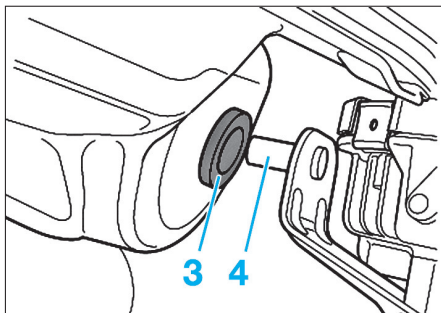

FIG. 77
- Veiller à engager correctement le mécanisme d'essuie-vitre (4) dans le tablier (3) (Fig.77).